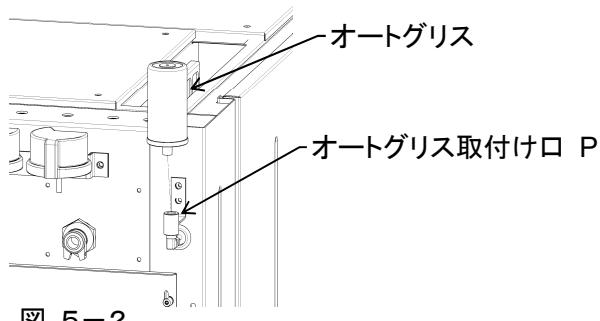

図 5-2
- 付属品のオートグリスをオートグリス取付け口 P に取り付けます。(図5-2)